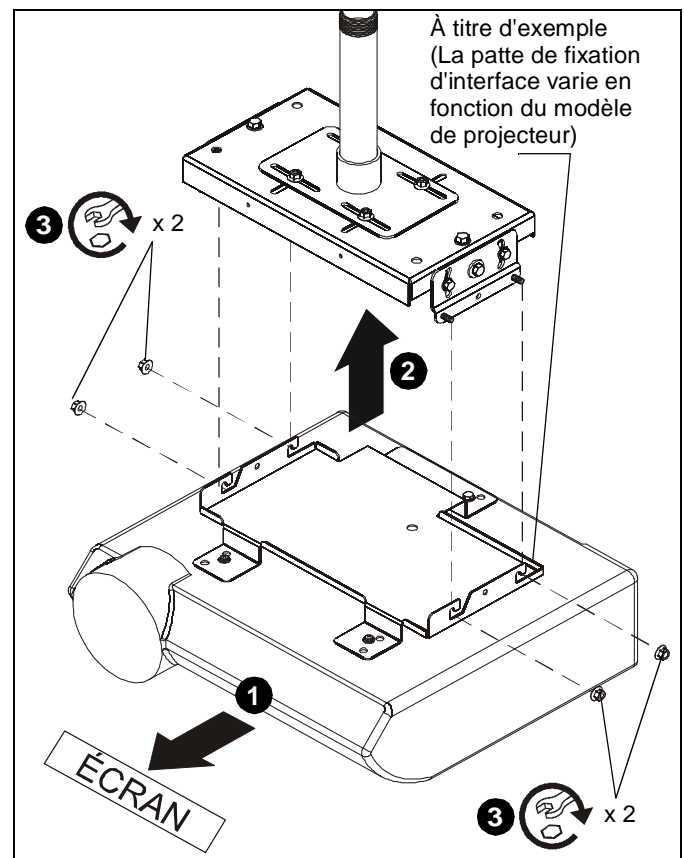

Figure 3
1. Orientez le projecteur avec la patte de fixation fournie de manière à ce qu'il soit perpendiculaire à l'écran. (Voir la Figure 3)
2. Soulevez le projecteur et fixez-le aux quatre montants qui s'étendent du boîtier. (Voir la Figure 3)
3. Serrez les quatre écrous à embase 5/16". (Voir la Figure 3)